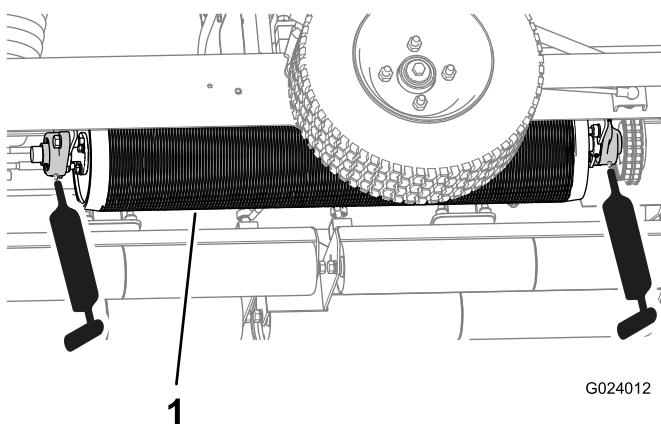
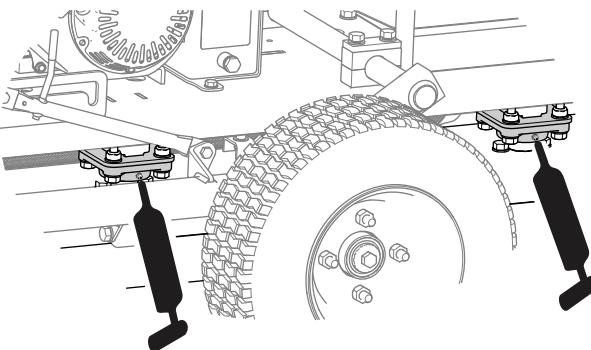

図 21
図 22
2. グリスピポンプを使ってグリスを注入する図 21 と図 22 を参照。